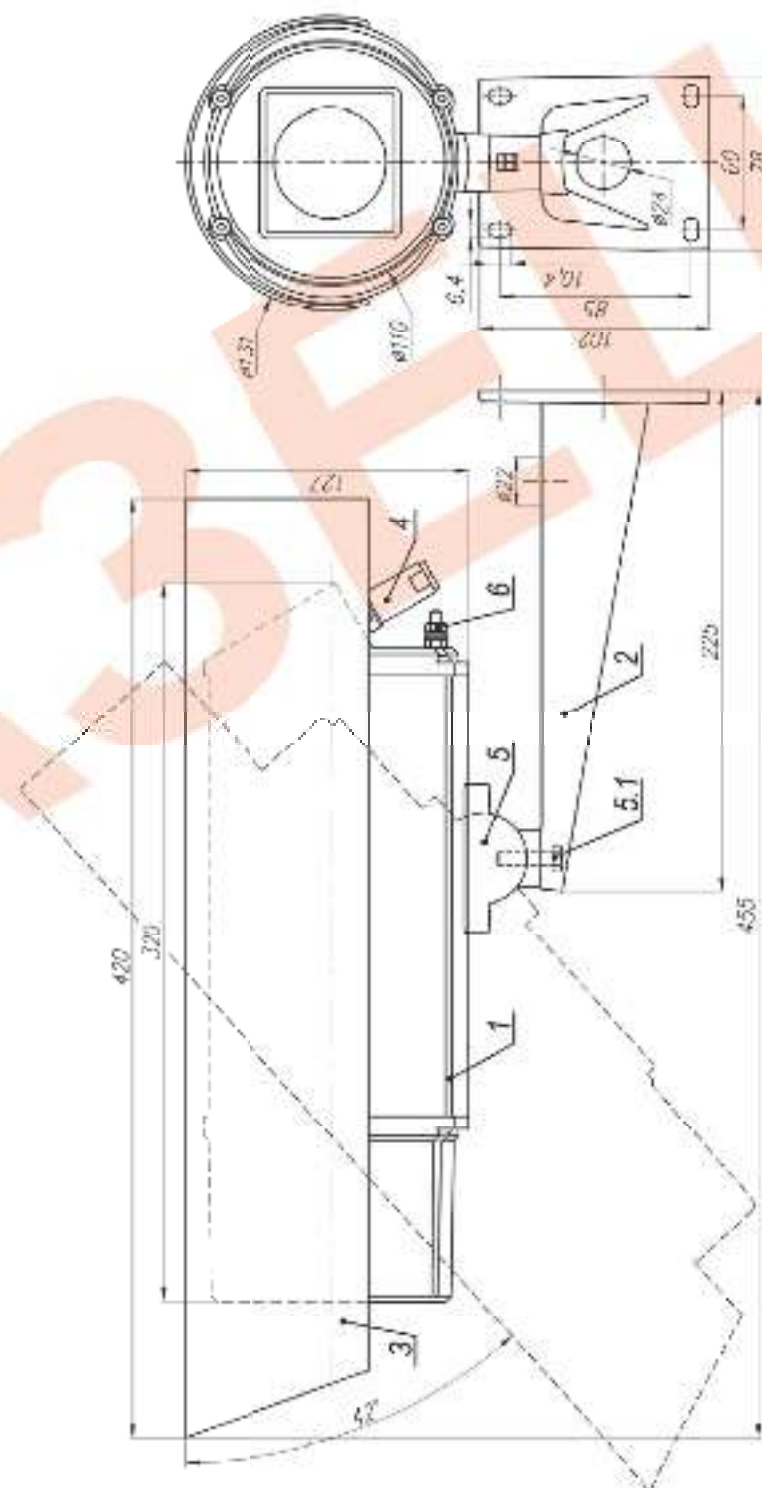

Рис.1 Габаритные и установочные размеры ТВК-92 IP
3. Ослабив болт фиксации шарнира (поз.5.1 рис.1), установить гермобокс на нужное направление обзора, после чего надежно зафиксировать шарнир затянув болт.
4. Заземлить гермобокс с помощью болта заземления (поз.6 рис.1).
Состав изделия: (см. рис.1):